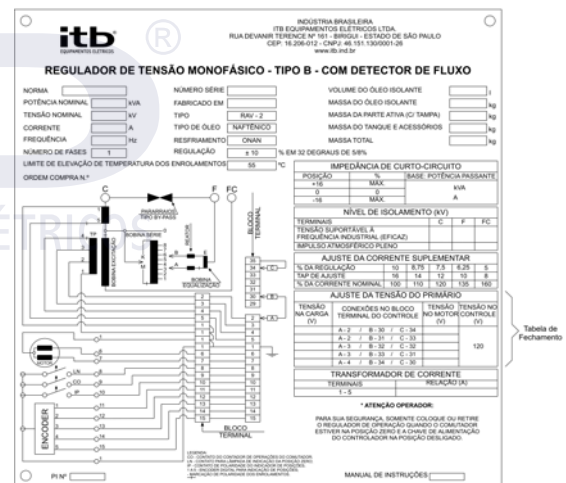

Figura 11: Placa de identificação.
- Verifique se o fechamento do TP está adequado para a tensão de linha conforme indica a placa de identificação figura 11.
A placa de identificação indica o fechamento adequado dos terminais “A”, “B” e “C” que será diferente para cada tensão de sistema aplicável conforme mostra em destaque a figura 11.